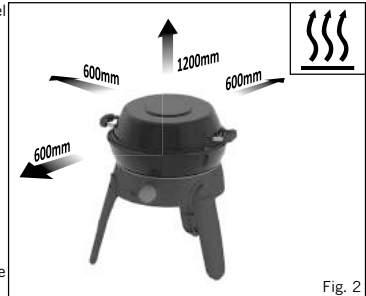

Fig. 2
- Dit apparaat moet uit de buurt van brandbare materialen tijdens het gebruik worden gehouden. Minimaal veilige afstanden zijn: Boven het toestel: 1,2 m. Aan de achterkant en aan de zijkanten: 600 mm. (Zie fig. 2)